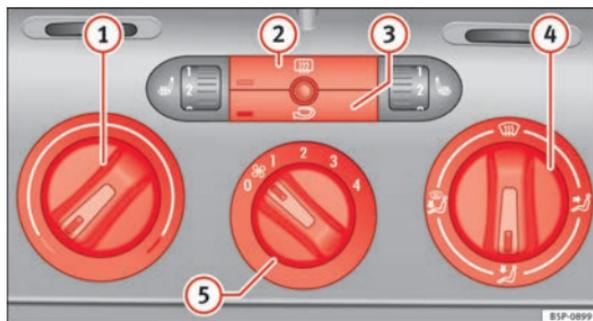

Fig. 125 Mandos de la calefacción en el tablero de instrumentos.
- Con los reguladores ⇒ fig. 125 **1** y **4** y con el mando **5** se regula la temperatura, la distribución del aire y la velocidad de la turbina.